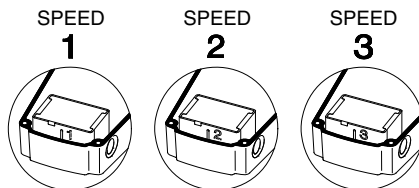

Abb. 14 Wahl der Drehzahlstufe
3. Ziehen Sie das Drehzahlwechslermodul heraus. Setzen Sie es so wieder ein, dass die gewünschte Drehzahlstufe im Fenster des Klemmenkastendeckels sichtbar ist. Siehe Abb. 14.